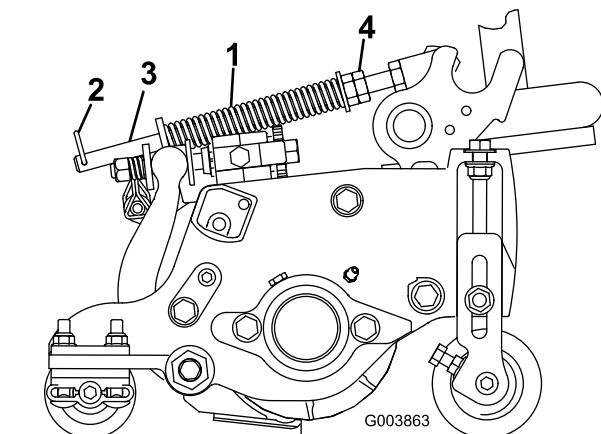

Figura 14
El muelle de compensación del césped transfiere peso desde el rodillo delantero al trasero (Figura 14). Esto ayuda a reducir el patrón de ondulación en el césped.
1. Asegúrese de que el pasador de horquilla está instalado en el taladro del extremo de la varilla del muelle (Figura 14).
2. Apriete las tuerca hexagonal del extremo delantero de la varilla del muelle hasta que la longitud comprimida del muelle sea de 12,7 cm en unidades de corte de 12,7 cm, o de 15,9 cm en unidades de corte de 17,8 cm (Figura 14).